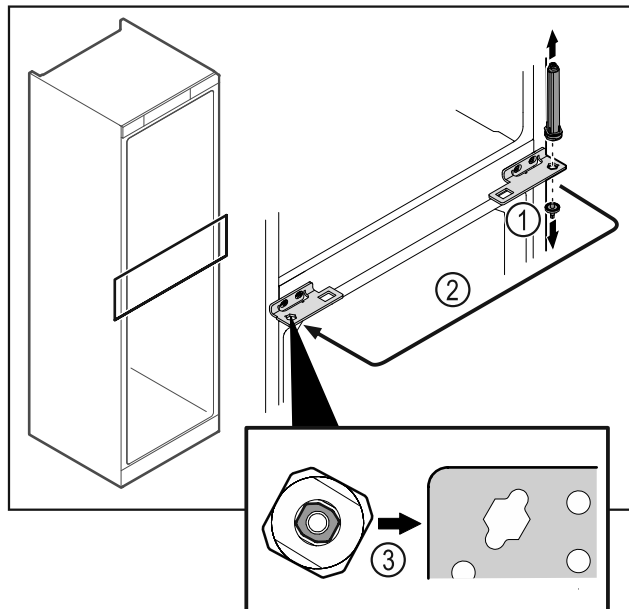

Fig. 38
- ▶ Открутите шарнирный палец Fig. 38 (1).
- ▶ Переставьте систему закрытия двери Fig. 38 (2).
- ▶ При установке следите за правильным выставлением системы закрытия двери Fig. 38 (3).